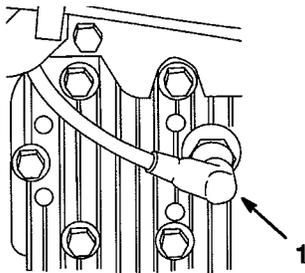

Abbildung 12
1. Den Motor abstellen und das Kabel von der Zündkerze abziehen (Abb. 12).
- Den Motor abstellen und das Kabel von der Zündkerze abziehen (Abb. 12).